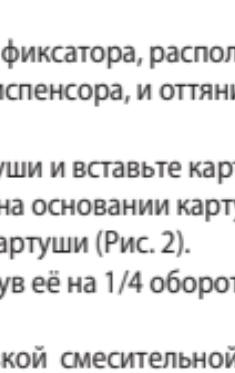

Рис. 3
- e) Перед каждым применением на картушу/шприц устанавливайте новую смесительную насадку. Задвиньте насадку вниз, чтобы выемка на ней совместилась с насечкой на корпусе картуши/шприца. Закрепите смесительную насадку, взяв её за маркированное цветом основание (не за кончик!) и повернув по часовой стрелке на 1/4 оборота (Рис. 3). MultiCore Flow, застывший в используемой смесительной насадке, служит крышкой для содержимого картуши/шприца, закупоривая его до следующего применения, поэтому устанавливайте новую насадку непосредственно перед применением.